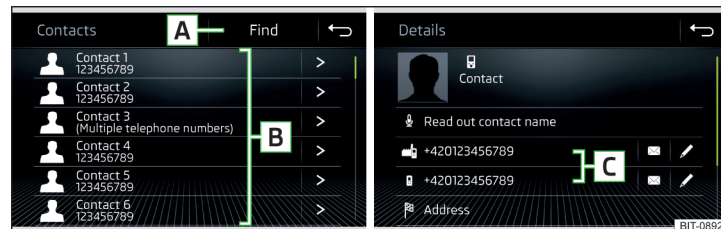

Abb. 142 Liste der Telefonkontakte / Kontaktdetails
- » Im Hauptmenü *Telefon* die Funktionsfläche  antippen, es wird eine Liste der Telefonkontakte angezeigt » Abb. 142.